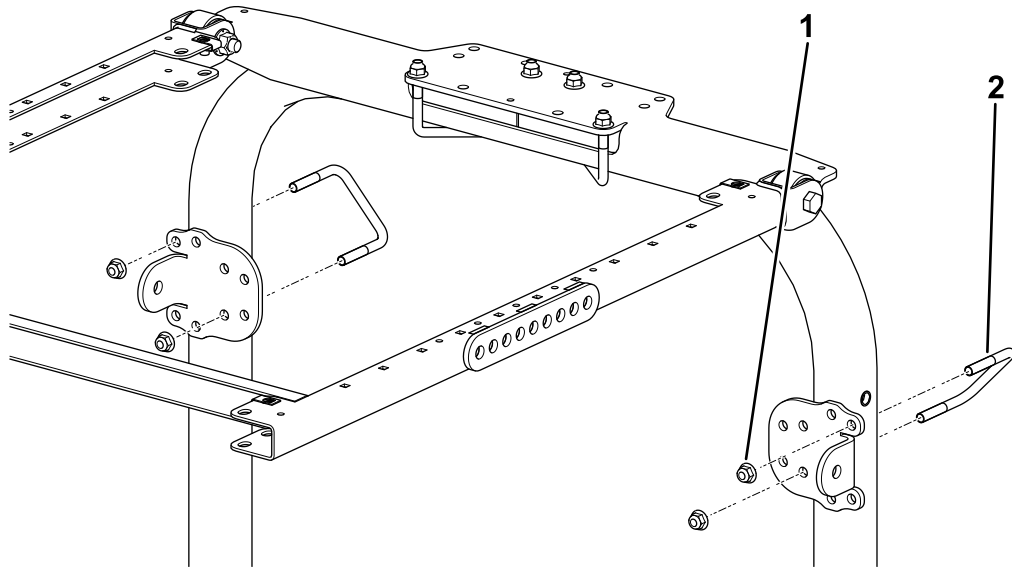

Figura 10
8. Usando los taladros de montaje indicados en la Figura 10, monte el soporte de montaje del ROPS en la parte superior de la barra antivuelco con 2 pernos en U (4 7/8" x 2 3/4") y 4 tuercas con arandela prensada.
9. Usando los taladros de montaje indicados en la Figura 10, sujete provisionalmente cada uno de los soportes de los tirantes a los postes de la barra antivuelco con un perno en U (3 7/8" x 2 3/4") y 2 tuercas con arandela prensada.